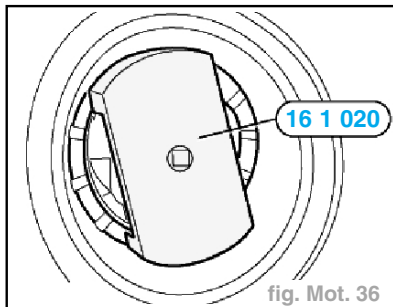

fig. Mot. 36
- Déposer l'écrou de fermeture à l'aide de l'outil **16 1 020**. (fig. Mot. 36)